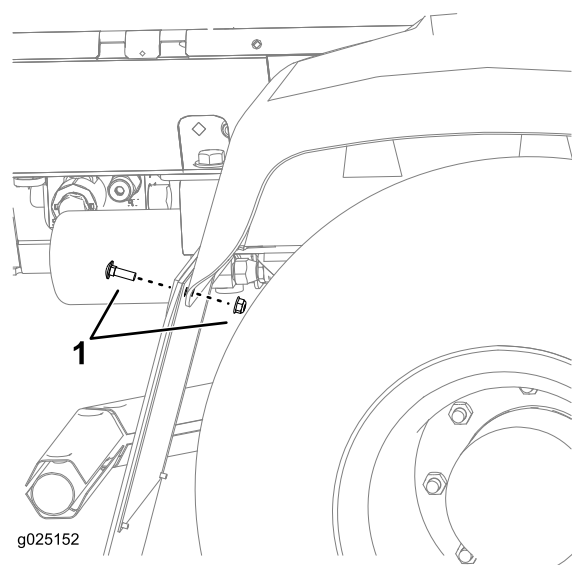

Figura 2
1. Retire o equipamento existente na protecção do pneu direito (Figura 2).